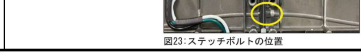

図23: スタッチボルトの位置
- キャビネットの裏面のスタッチボルトをキャビネットの底面の列に配置し、加工された上部・下部および表面がすべて互いに平らになるように取り付けます。4mmの六角レンチを使用しスタッチボルトを締め付けます(図23参照)。